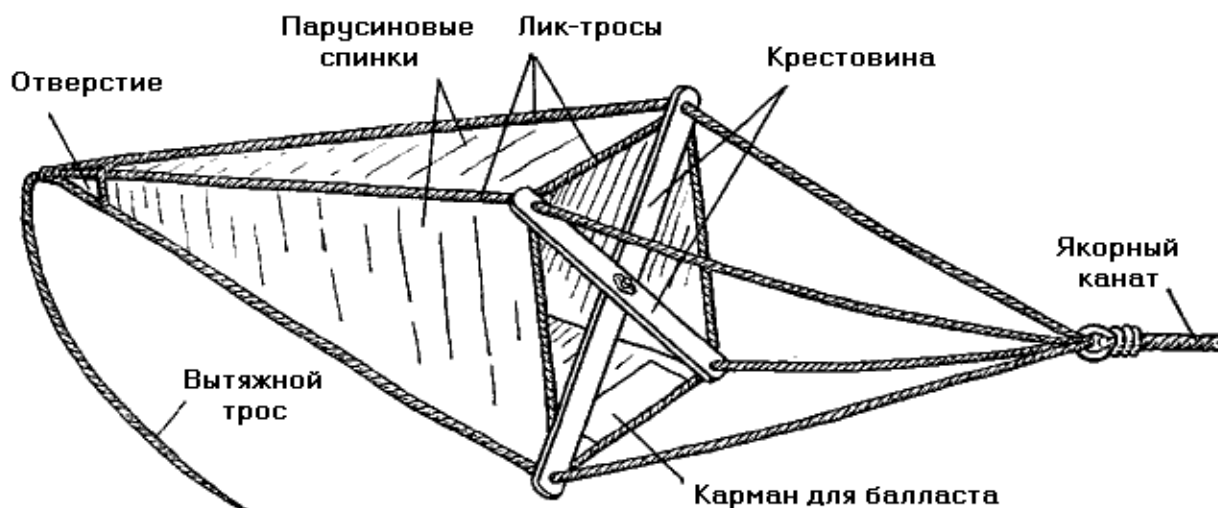

Рис. 117. Плавучий якорь
**Плавучий якорь (рис. 117)** представляет собой конусообразный мешок, сшитый из прочной грубой парусины, имеющий в основании крестообразную распорку или обруч, а в вершине— отверстие для пропуска воды, стабилизирующее рабочее положение якоря. К якорному канату он крепится при помощи четырех концов. Чтобы якорь легче было выбирать из воды, к его вершине крепят тонкий и прочный вытяжной линь.